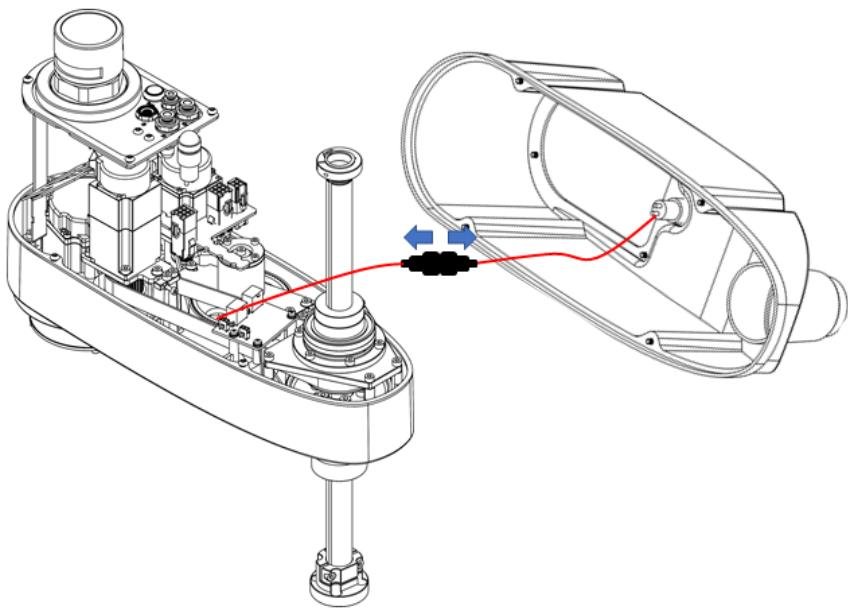

图 4-16 系统指示灯接口
**步骤4** 把系统指示灯连接机器人接口的接口断开，外壳顺着波纹管方向拉至另一端，如图4-16所示。